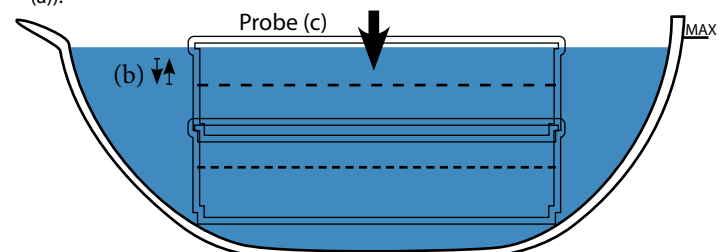

Abb. 2: Zugabe der Probe (c) und Hubbewegung von 2cm (b)
- Die Probe leicht schwenken und komplett auf das oberste Sieb entleeren (Gefäß ggf. ausspülen, siehe Abb. 2 (c)).
- Die Siebe zusammendrücken (um zu verhindern, dass Material zwischen den Sieben austritt) und 5 min auf- und abbewegen (siehe Abb. 2 (b) und Video 1).